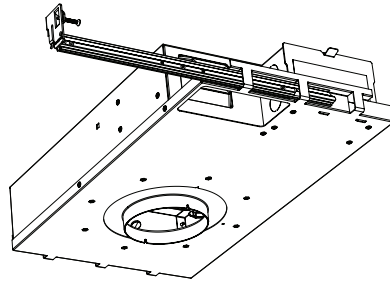

fig. 2
- b. Inserte la barra de clavado interna en las tres hebillas presentes en el extremo de la caja del D2. Asegúrese de que el tornillo esté en la parte superior (consulte la fig. 2).